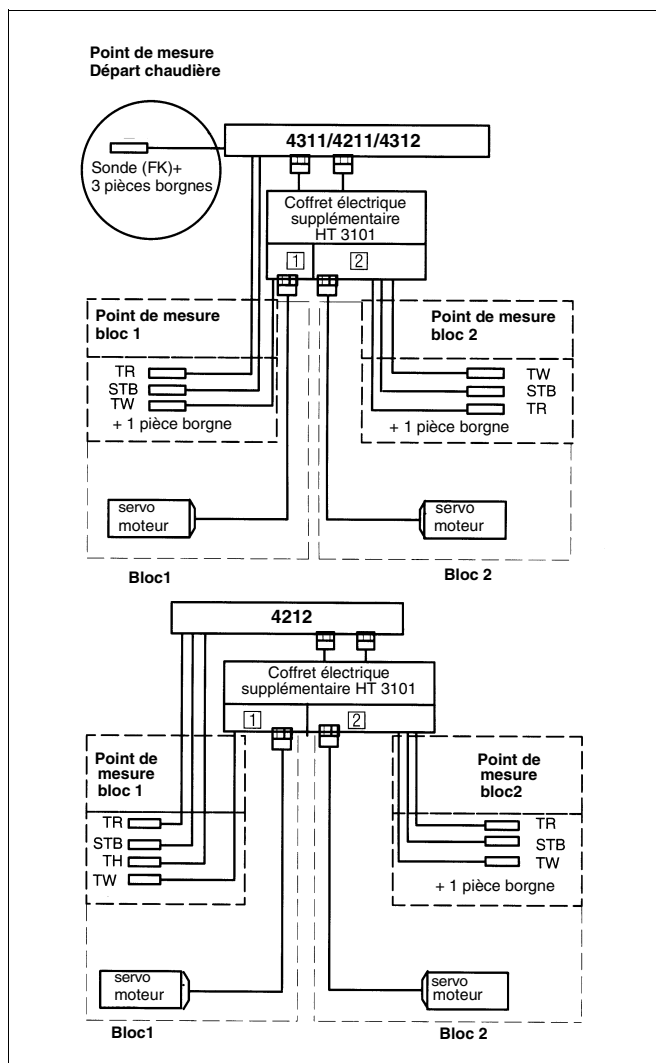

Fig. 62 Schéma de branchement du coffret électrique supplémentaire;
- Relier le coffret électrique supplémentaire aux servomoteurs selon le schéma de branchement (fig. 62).
Selon le schéma (fig. 62), les différentes sondes du coffret HT 3101 rejoignent les sondes de l'appareil de régulation dans le point de mesure du bloc 1 (doigt de gant). Selon le schéma (fig. 62), le groupe de sondes (3 sondes et une pièce borgne) s'installe dans le point de mesure du bloc 2 (doigt de gant).
Légende pour fig. 62: